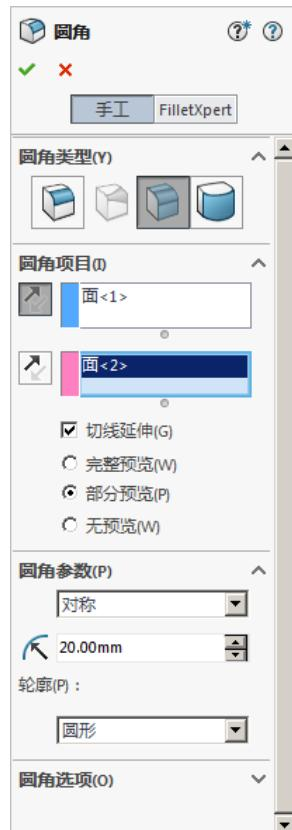

图 6.6.9 “圆角”对话框
Step2. 选择下拉菜单 **插入(I)** → **曲面(S)** → **圆角(U)...** 命令，系统弹出图 6.6.9 所示的“圆角”对话框。